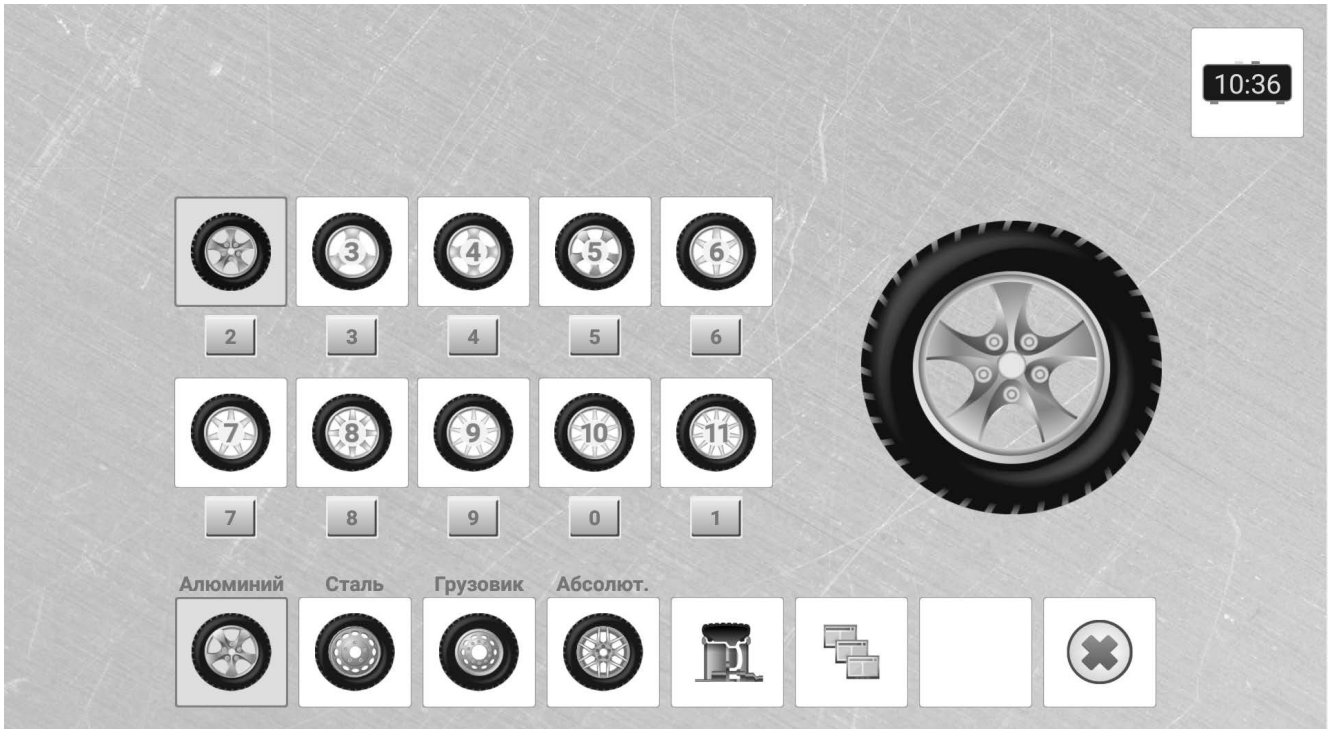
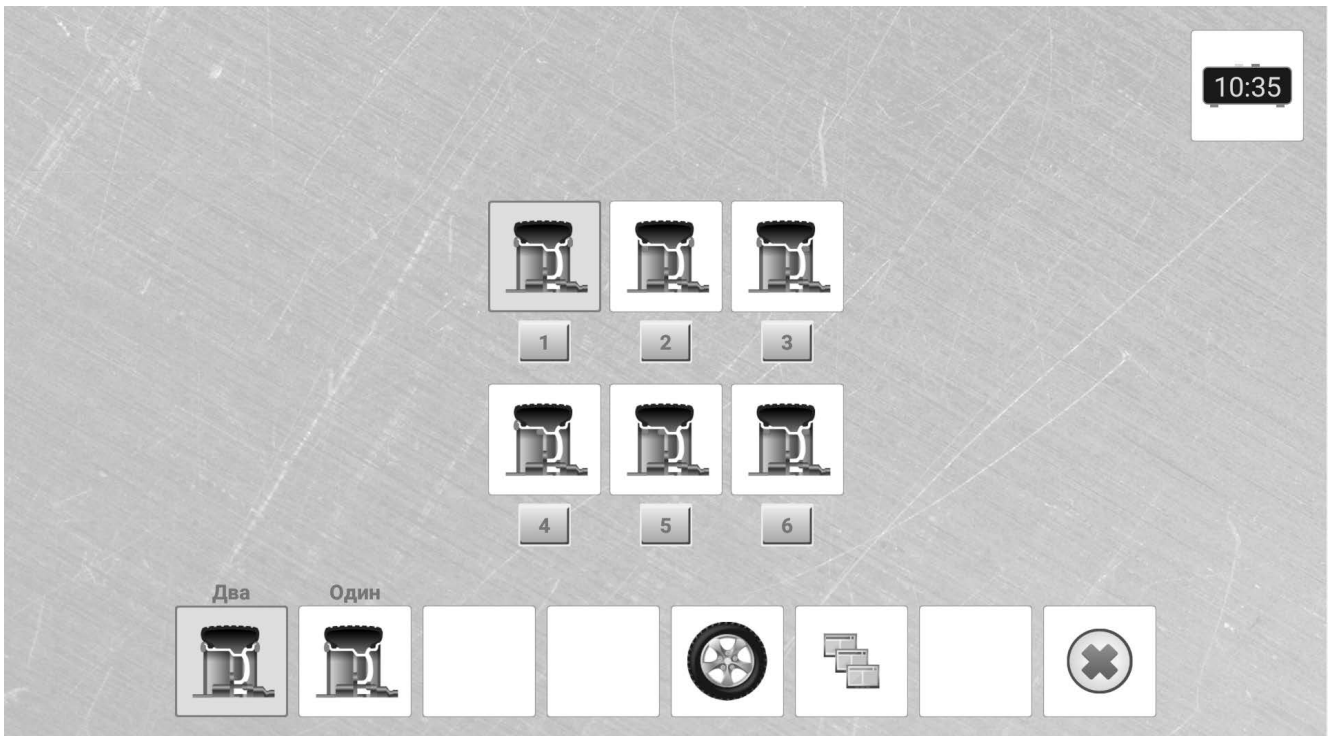

Рис. 7. Выбор типа диска.
Рис. 8. Выбор схемы установки грузиков.
(для установки грузиков с зажимами, схемы 1, 3, 4 на рис. 8).
(для грузиков на липучке, схемы 2, 5, 6 на рис. 8).
6.3.2 Зайти в меню **«Выбор типа диска»**, нажав соответствующую кнопку (**рис. 7**).
6.3.3 Если на предыдущем шаге выбран алюминиевый диск, нажать на кнопку **«Схема установки грузиков»** и выбрать необходимую схему (см. **рис. 8**).
6.3.5 При выбранной **схеме 4 или 5 рис. 8** установки грузиков для алюминиевых дисков, не задвигая линейку, коснуться места установки второго грузика. После звукового сигнала программа запомнит положение второго грузика. Задвиньте линейку в начальное положение.
6.3.6 При балансировке стального диска или алюминиевого диска с использованием **схем 1, 2, 3, 6 на рис. 8** задвиньте линейку в начальное положение. В этом случае параметр **«Ширина диска»** вводится вручную, согласно значению измеренному кронциркулем или указанному на диске.
(для грузиков на липучке, схемы 4, 5 на рис. 8).
При установке грузиков с внешней стороны диска (схемы 1, 2, 3, 6 на рис. 8) – установка производится «на 12 часов»
Данный метод применим только для алюминиевых дисков со схемами установки грузиков 4, 5 на рис. 8.
Нажав на кнопку «Тип диска» на клавиатуре, выбрать тип диска «Алюминий» (рис. 7). После нажатия на кнопку «Схема установки грузиков» выбрать схему 4 или 5 (см рис. 8) крепления грузиков на диске, при этом в поле над иконкой «Ширина диска» появится надпись «Auto» информирующая о том, что положение правого грузика вычисляется автоматически.